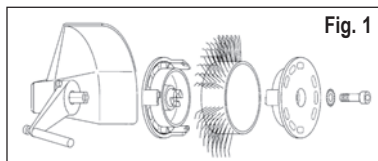
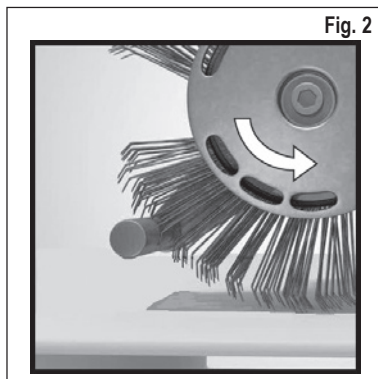

Fig. 1
Fig. 2
1. Koble fra strømforsyningen og fest deretter **MBX®** Bristle Blaster®-bånd 23 mm korrekt på verktøyet med tilsvarende opptakssystem (vær oppmerksom på retningen) og den tiltenkte stjerneskenen og skruen. **Se fig. 1 og fig. 2.**
Bruker du **MBX**®-båndet i feil retning? – Juster børstebåndet slik at det går i forskriftsmessig riktig retning (se kapittel 5, Start, fig. 2).